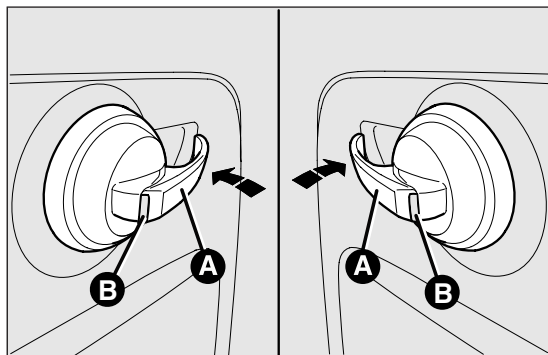

РИС. 50
**Для разблокировки изнутри** замков дверей и задней двери багажного отсека потянуть за ручку А РИС. 50.
На правильное положение рычага при заблокированных дверях указывает красный символ В РИС. 50, имеющийся на самих ручках.